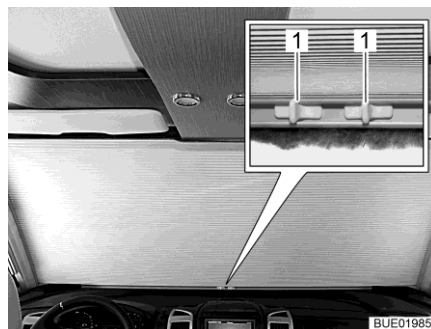

Bild 10 Manuelle Frontscheibenverdunklung
- Griffe (Bild 10,1) zusammendrücken.